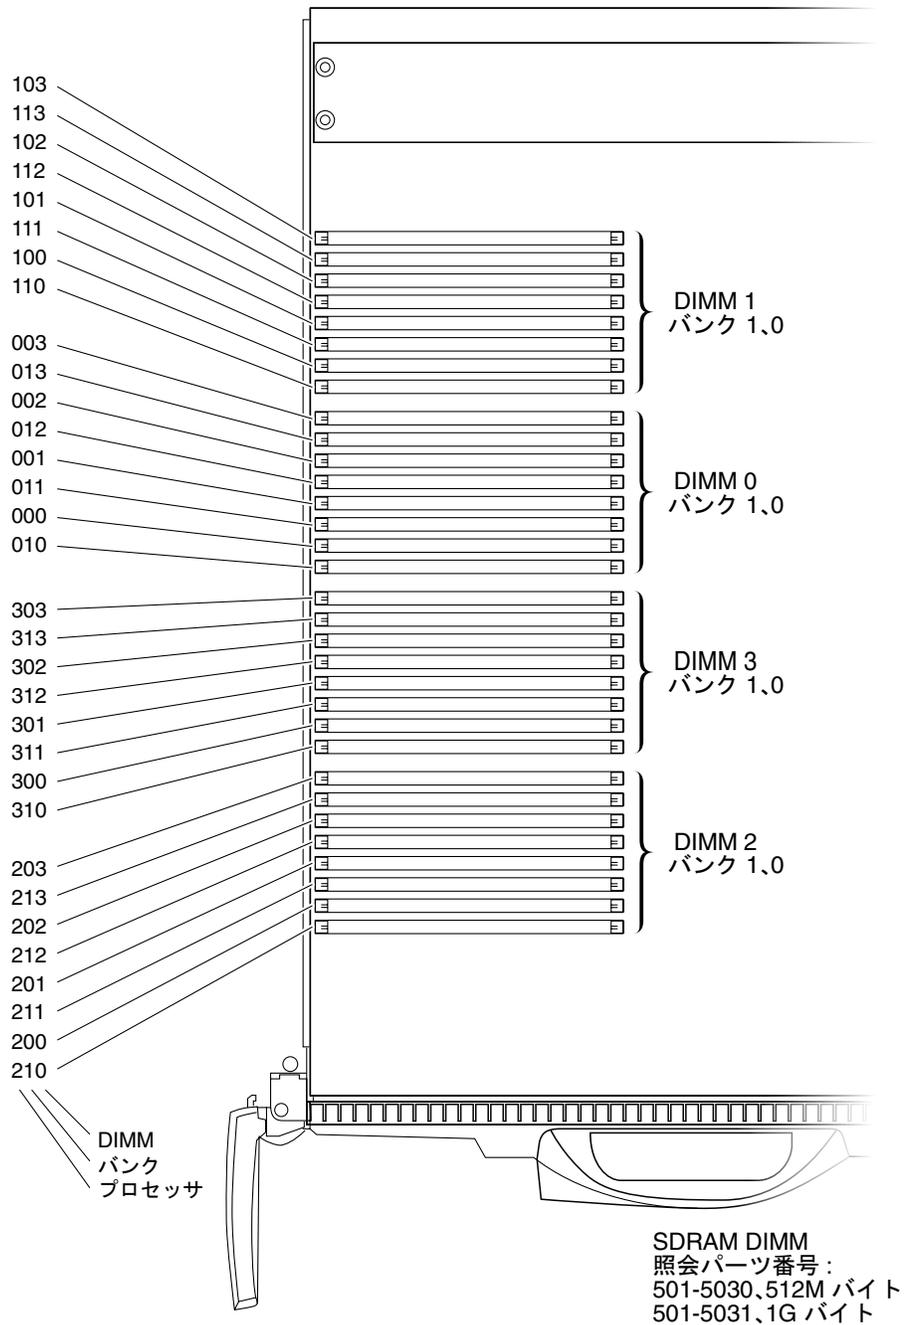

図 2-13 CPU ボードのメモリー DIMM の場所
3. 交換する CPU DIMM のスロットの位置を確認します。図 2-13 に、DIMM の位置番号を示します。